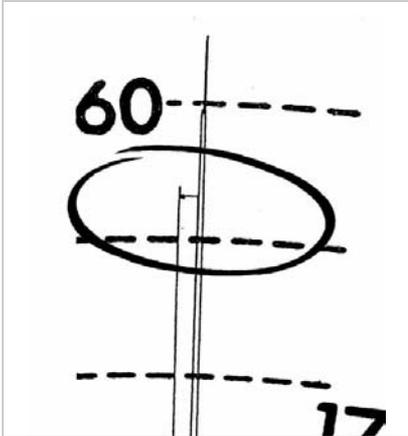

Abb. 67: Unterbrechung der Stromzufuhr während der Fahrt
1. Nach einer fahrtypischen Aufzeichnung verläuft die Geschwindigkeitsaufzeichnung auf gleichbleibender Höhe (vgl. Abb. 67), während die Wegstreckenaufzeichnung einen Fahrzeugstopp aufzeichnet.